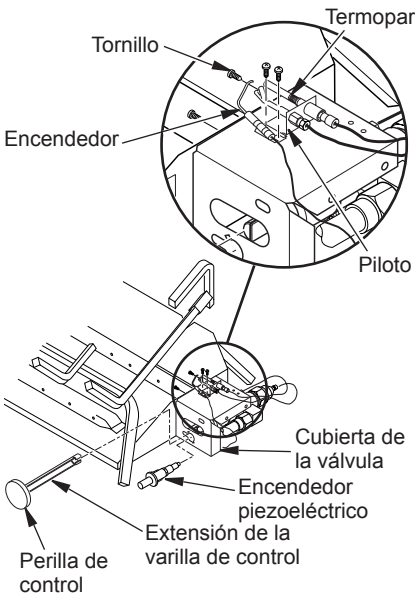

Figura 11 - Instalación de la cubierta, de la perilla de control y del encendedor piezoeléctrico
- Ponga el termopar, piloto y encendedor sobre la cubierta de la válvula, tal como se muestra en la figura 11. Utilice los tornillos incluidos.